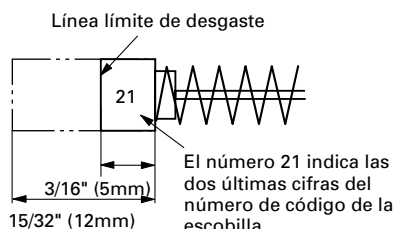

Fig. 48
2. Inspección de las escobillas (Figs. 48 y 49)
Por lo tanto, inspeccione periódicamente las escobillas y reemplácelas cuando se hayan desgastado hasta la línea límite mostrada en la Fig. 48.